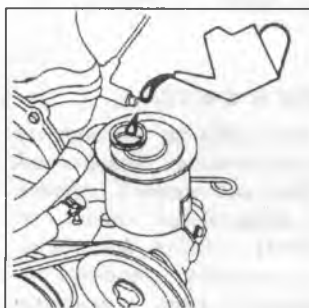

Рис. 233
1. Проверьте уровень жидкости и наличие утечки в системе, при необходимости долейте жидкость (Рис.233).